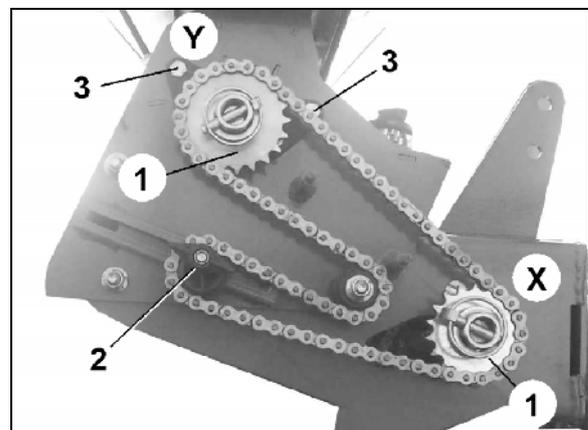

Fig. 29
2. Soltar la tuerca de mariposa (Fig. 29/2) y aflojar con ello el tensor de cadena.
4. Retirar el pasador clavija y desmontar las ruedas de cadena (Fig. 29/1).